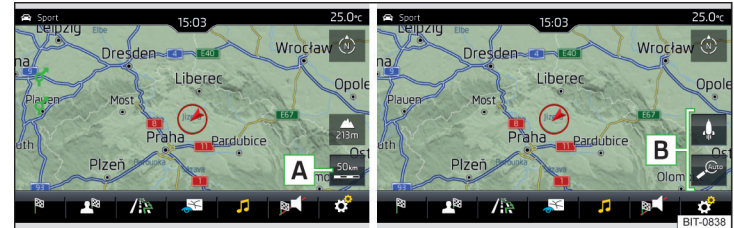

Abb. 220 Funktionsflächen für die Kartenmaßstabsänderung
► Die Funktionsfläche **A** » **Abb. 220** antippen.
Im Bereich **B** » **Abb. 220** werden Funktionsflächen für die Kartenmaßstabsänderung eingeblendet.